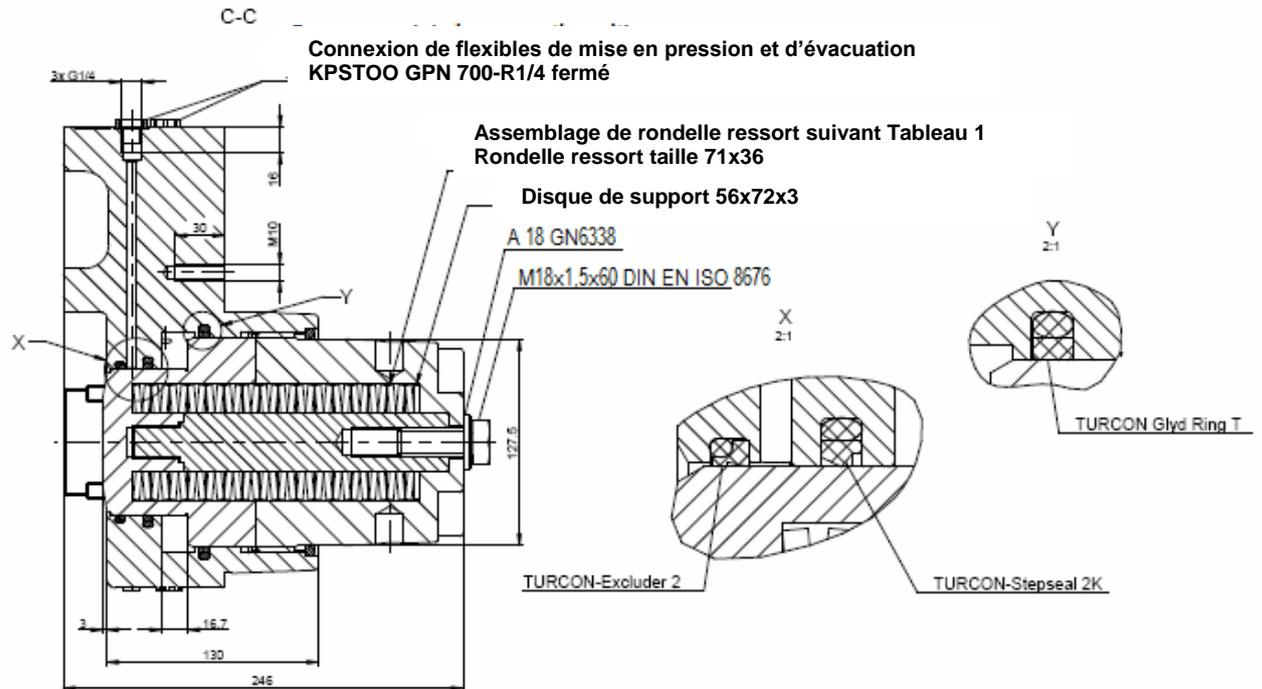

Fig. 12.2
Installez les nouveaux joints et le nouveau joint racleur double dans le corps de l'étrier de frein. Vérifier que la position d'installation des joints et du racleur double soit correcte comme le montre la figure 12.2. Le montage doit être réalisé à la main pour faire en sorte que le bord d'étanchéité ne soit endommagé. Le joint d'étanchéité et le joint racleur double peuvent être insérés plus facilement en le pliant légèrement sur lui-même avant de l'insérer dans la rainure. Huiler le joint avec une légère couche de Molycote avant l'assemblage. Poussez le piston avec une presse ou tapoter avec un maillet en caoutchouc dans l'alésage du cylindre jusqu'au point d'arrêt. Après avoir inséré le ressort et le disque support comme montré en Fig.12.2, visser le maintien ressort pos.6 légèrement lubrifié avec du Molycote dans le corps de l'étrier de frein jusqu'à obtenir la mesure de 246 mm comme montré en Fig. 12.2. Maintenant, contraindre le ressort avec la vis de sécurité M18x1,5x60 (Pos. 4). Pour faciliter l'assemblage des vis de sécurité M18x1,5x60 (Pos. 4), une pression hydraulique peut être ajouter à l'étrier de frein. Comme dernière étape, pousser le joint torique (Pos. 9) de nouveau dans le corps de l'étrier de frein.